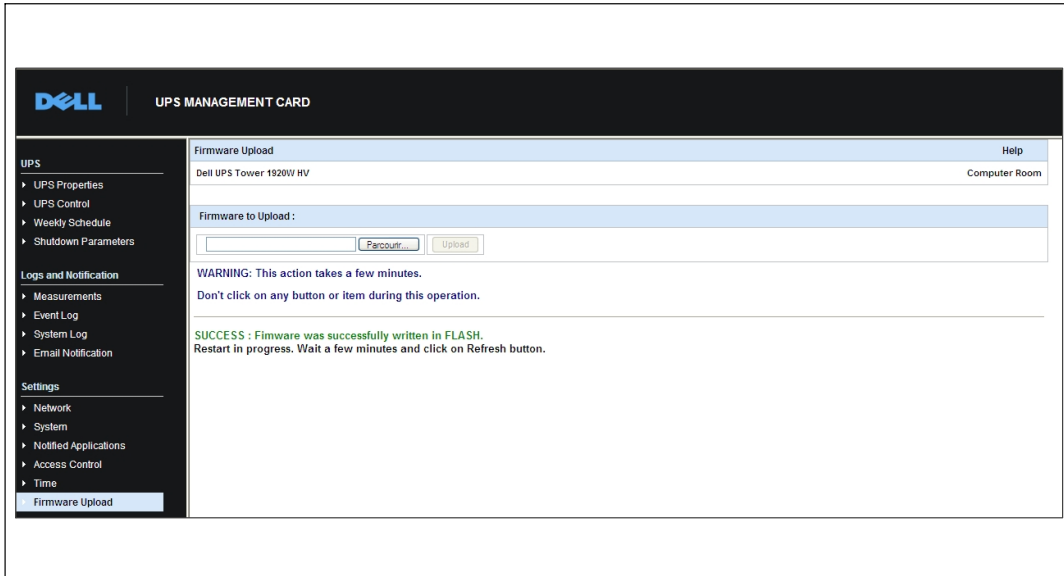

Рисунок 47. Подтверждение выгрузки встроенного программного обеспечения
**ПРИМЕЧАНИЕ:** Выгрузка может занять до пяти минут. Не прерывайте данную операцию, пока карта не выведет на экран подтверждение успешной выгрузки встроенного программного обеспечения (Рисунок 47).